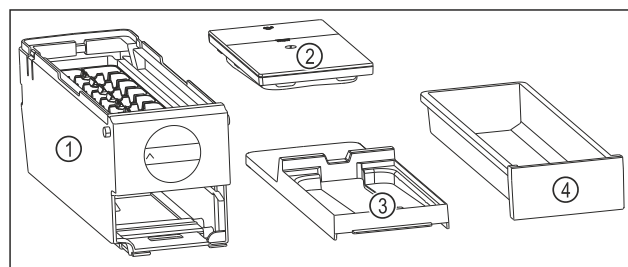

Fig. 98 Součásti EasyTwist-Ice
- ▶ EasyTwist-Ice je rozebrán na čtyři části. (viz Fig. 98)
- ▶ EasyTwist-Ice rozebírejte pouze na zobrazené součásti. (viz Fig. 98)
- ▶ Korpus EasyTwist-Ice Fig. 98 (1) vyčistěte jako celek.